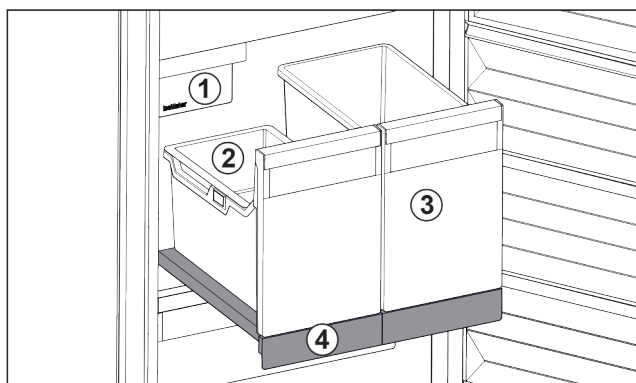

Fig. 17 Uitschuifplateau met IceTower
Op het uitschuifplateau bevinden zich twee hoge bakken (IceTower). In de bak Fig. 17 (2) worden ijsblokjes uit de IceMaker verzameld en bewaard. Bak Fig. 17 (3) is geschikt voor het bewaren van hoge levensmiddelen zoals pizza's of alcoholische dranken.